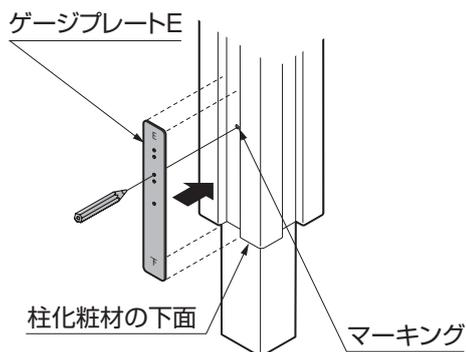

図5-6
①パネルを入れる面の柱底面に、ゲージプレート下面を合わせ、印をつけてください。(図5-6参照)